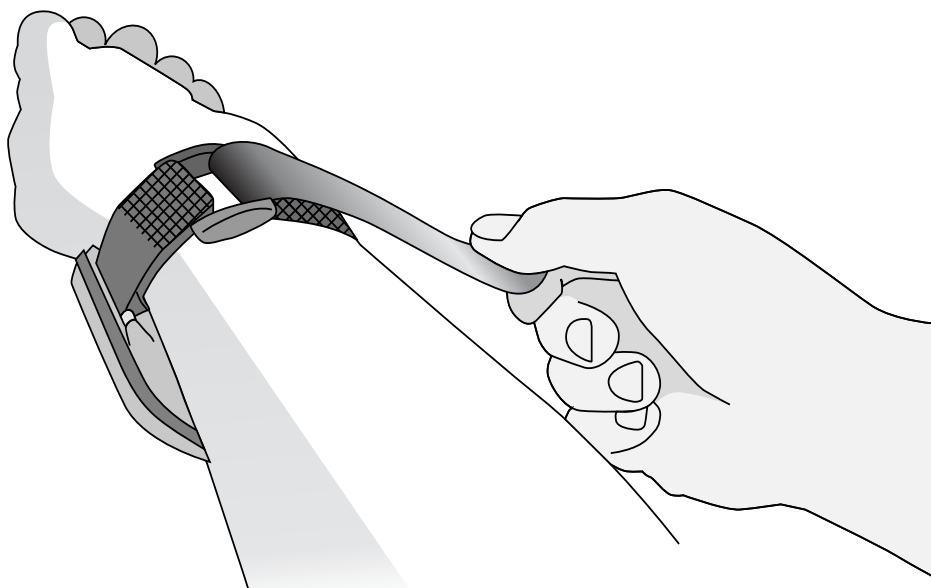
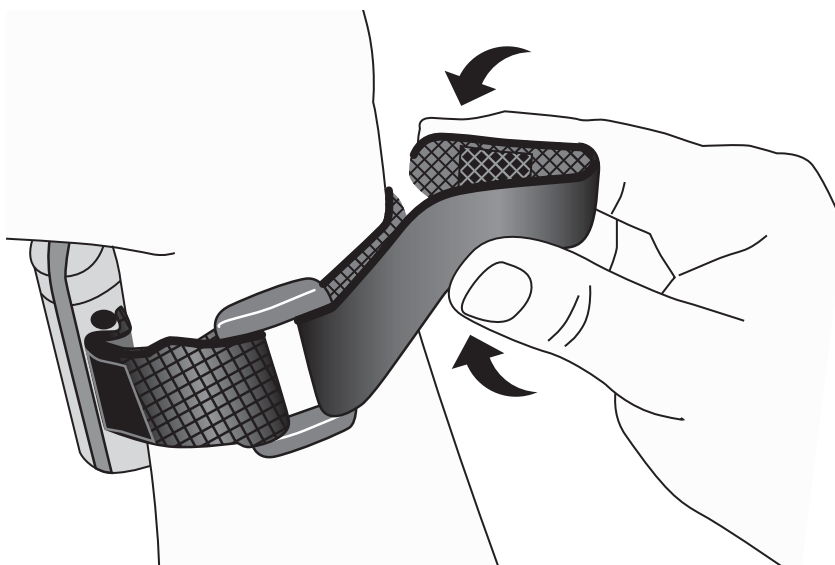
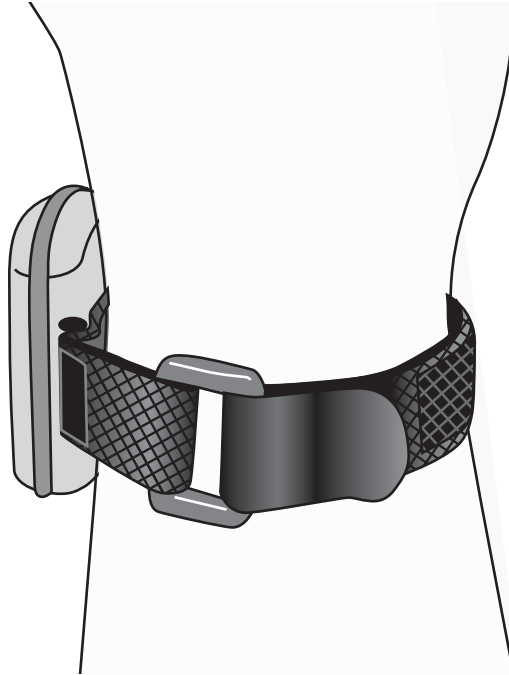

Figure 14 : Fixez le bracelet
Figure 15 : Utilisation de l'attache rectangulaire
Figure 16 : Utilisation de l'attache carrée
4. Repliez le bracelet par-dessus l'anneau en plastique (figure 14) et fixez l'attache au bracelet (figure 15 ou figure 16). La circonférence du poignet déterminera l'attache utilisée.
REMARQUE : En cas d'utilisation d'une attache rectangulaire, l'extrémité du bracelet peut être raccourcie. Pour ce faire, repliez l'extrémité du bracelet de manière que l'attache carrée se place sur celui-ci (figure 15).